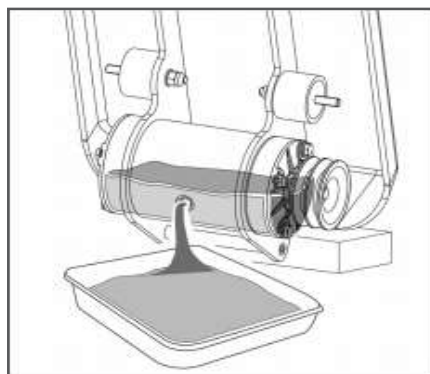

Рис.9
**ПРИМЕЧАНИЕ!** С завода виброплита поставляется с вибратором, заправленным маслом. В вибратор заливается моторное масло 10W -30. При замене масла вибратора нужно вытащить сливную пробку в нижней правой части вибратора и просто дать маслу стечь. Обратите внимание, что масло будет стекать легче, пока оно горячее. Заменить масло 200-ми мл моторного масла 10W -30. Первая замена масла в вибраторе должна быть через первые 50 часов работы виброплиты, последующие замены масла в вибраторе через каждые 100 часов работы виброплиты. (Рис. 9)